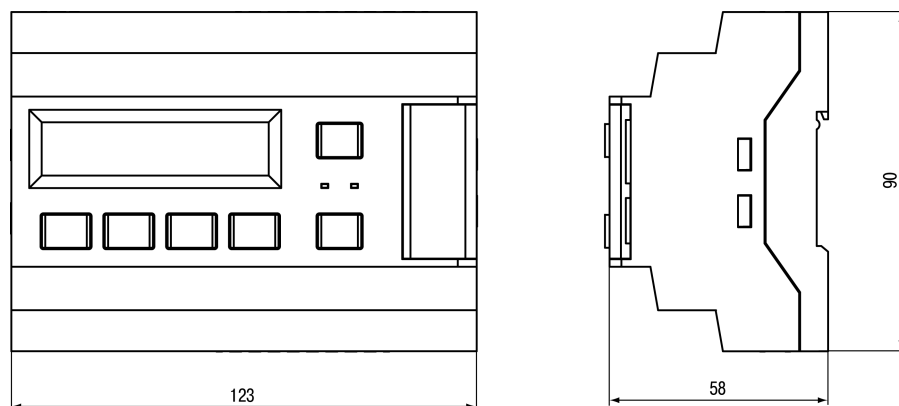

Рисунок 8.2 – Габаритный чертеж прибора
1. Подготовить на DIN-рейке место для установки прибора в соответствии с размерами прибора (см. рисунок 8.2).